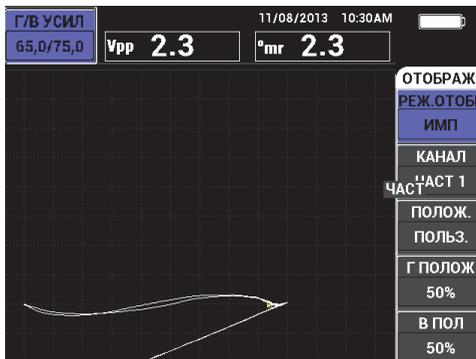

Рис. 4-3 Отрыв датчика – Изначально не горизонтальный
- Отрыв не горизонтален (см. Рис. 4-3 на стр. 83).